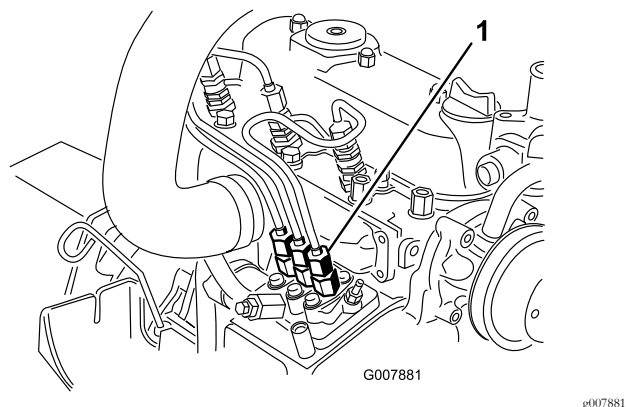

Рисунок 42
1. Поместите ветошь под соединение трубки, выходящей из насоса для впрыска топлива и идущей к соплу инжектора № 1, как показано на Рисунок 42.